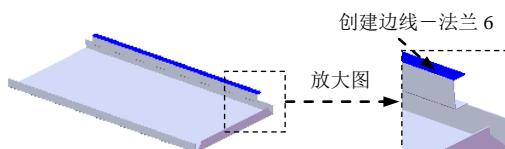
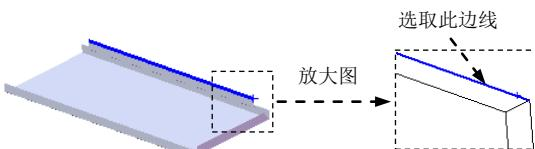

图 17.6.13 创建边线一法兰 6
图 17.6.14 定义特征的边线
Step7. 创建图 17.6.13 所示的边线法兰 6。
(1) 选择命令。选择下拉菜单 **插入(I)** → **钣金(B)** → **边线法兰(E)...** 命令，系统弹出“边线法兰”对话框。
(2) 定义特征的边线。选取图 17.6.14 所示的模型边线为生成的边线法兰的边线。
(3) 定义法兰参数。在 **角度(G)** 区域的 **文本框** 中输入角度值 90.0。在“边线法兰”对话框 **法兰长度(L)** 区域的下拉列表中选择 **给定深度** 选项，在 **文本框** 中输入深度值 7.5。在此区域中单击“内部虚拟交点”按钮 。在 **法兰位置(N)** 区域中，单击“材料在外”按钮 .
(4) 单击 按钮，完成边线一法兰 6 的创建。